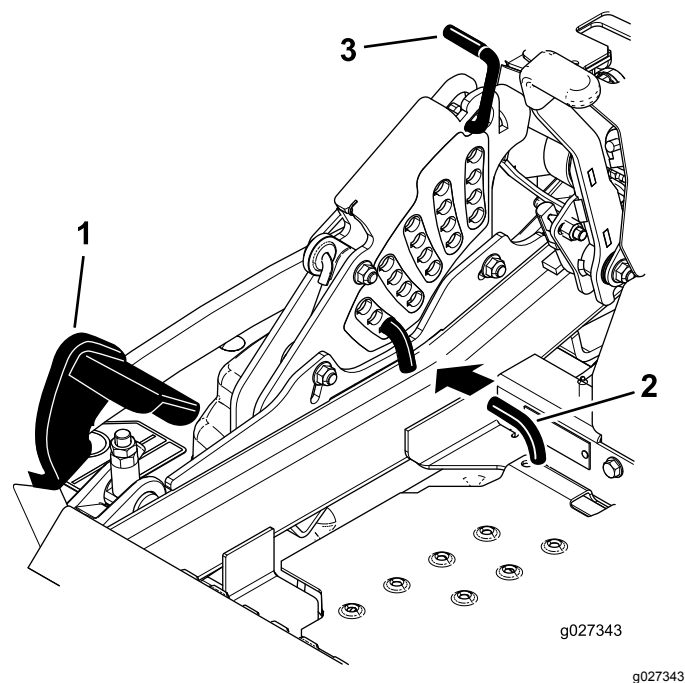

Figura 30
2. Pise el pedal de elevación de la carcasa y eleve la carcasa a la posición de transporte (que es también la posición de altura de corte de 140 mm [5½"]) como se muestra en Figura 30.
3. Para ajustar la altura de corte, gire el pasador 90 grados y retire el pasador del soporte de altura de corte (Figura 30).
4. Seleccione el taladro del soporte de altura de corte que corresponde a la altura de corte deseada, e inserte el pasador (Figura 30).